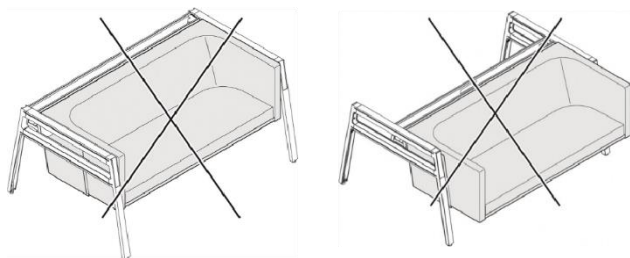

Figura 20 Divanetto, montaggio non consentito
- Nei componenti di base (piedi e canalina portacavi) al posto di un piano del tavolo di una postazione di lavoro singola (vedi Figura 20 a sinistra).
- Nei componenti di base (piedi e canalina portacavi) al posto del piano di lavoro di una postazione di lavoro doppia (vedi Figura 20 a destra), se non viene eseguita un'ulteriore installazione sul lato opposto.